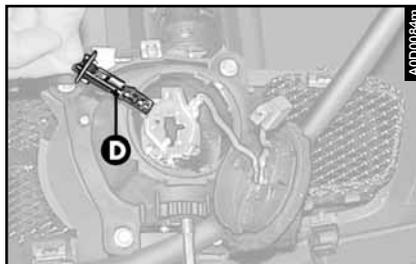

fig. 52
– Décrocher la pince de soutien et défilez l'ampoule (**D- fig. 52**).